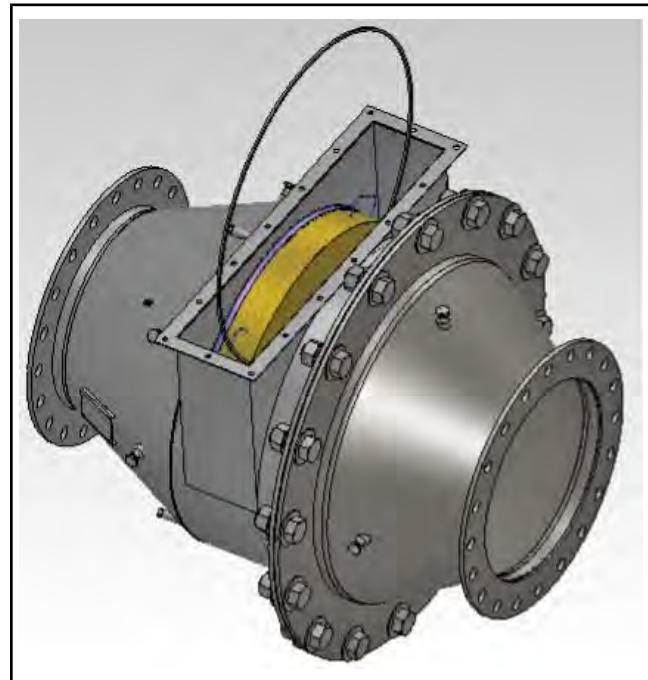

Рисунок 15.10-6: Извлечение распорного кольца
9. Извлеките распорное кольцо (см. Рисунок 15.10-6).